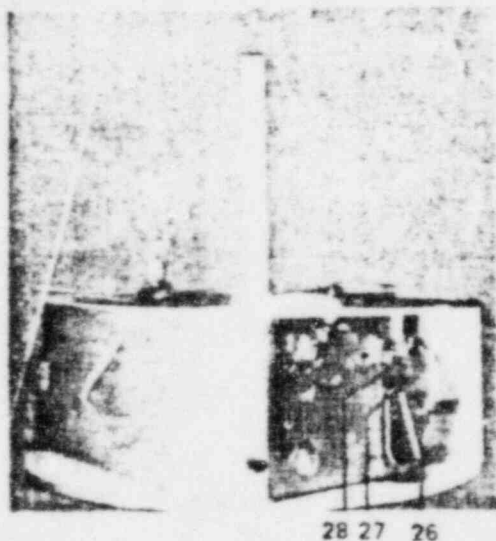

Fig. 13
2.14 Der Strich der Strichoptik muß durch die markierte Feldmitte (Strich auf Justierstab) gehen. Peilstab muß dazu um 90° gedreht werden. Zum Verschieben des Striches kann die Schlitzblende seitlich verstellt werden. Die Parallelität des Striches kann durch leichtes Verdrehen der Schlitzblende justiert werden (26/fig. 13). Vorher müssen jedoch die beiden Schrauben (27/fig. 13) gelöst werden. Nach Justierung die beiden Schrauben wieder festziehen.
Der Strich soll die Blendennähe und die Blendentfernung Marke auf dem Justierstab berühren. Gegebenenfalls die Schrauben (26/fig. 13) leicht lösen und die Optik dementsprechend kippen.
2.14 The strip of the strip optical system must pass through the marked centre of the field. For this, the direction rod must be rotated by 90°. In order to shift the strip, the slot diaphragm can be moved laterally. The parallelism of the strip can be adjusted by slightly rotating the diaphragm (26/fig. 13). Previous to this, however, the two screws (27/fig. 13) must be released. After adjusting the two screws, they should be secured.
The strip should touch the adjustment rod markers near to and far from the diaphragm. If necessary, slightly release screw (26/fig. 13) and tilt the optical system.